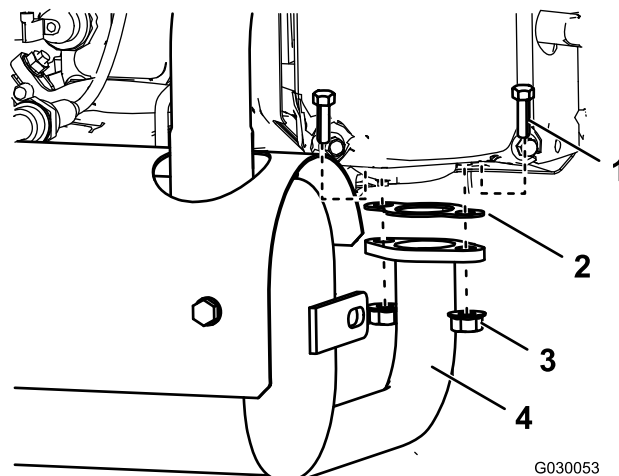

Figure 6
3. Déposez le silencieux (Figure 6).
1. Montez le nouveau silencieux et 2 joints neufs sur le moteur à l'aide des écrous (M8) et des boulons (M8) que vous avez retirés de l'ancien silencieux (voir Figure 6).